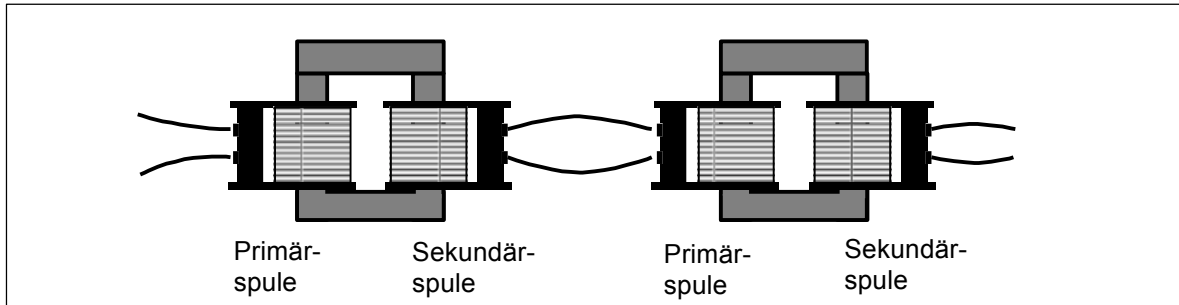

Abb. 4
8. Sofern sie weitere Spulen und U-Kerne haben, lassen sich auch Transformatoren in Serie schalten (siehe Abb. 4). Messen Sie die Ein- und Ausgangsspannungen sowie die Ströme an verschiedenen Stellen in der Schaltung. Dokumentieren Sie die Ergebnisse in Tabelle 2.1 und diskutieren über die Ergebnisse, basierend auf den unterschiedlichen Messungen.